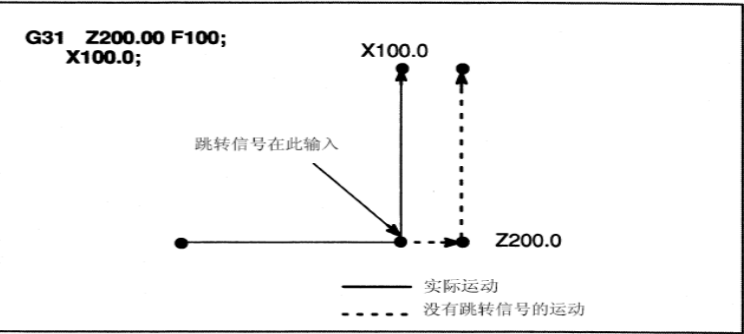

图 3-14
2. G31 的下一个程序段是 1 个轴的绝对坐标编程, 见图 3-14